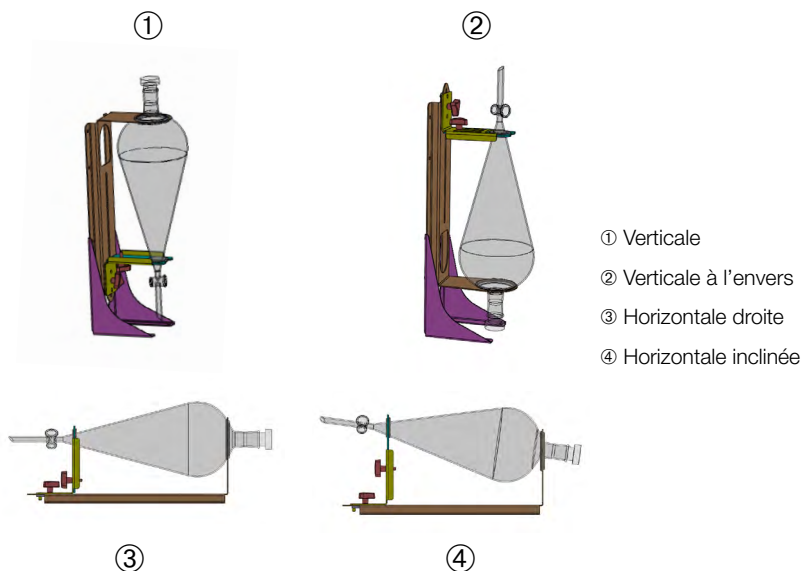

Figure 90 : Positions de montage de la pince pour entonnoir de séparation
Il est possible de modifier la position horizontale ③ représentée sur la Figure 90 pour obtenir l'orientation inclinée ④. De plus, la pince pour entonnoir de séparation peut être combinée avec le support vertical (fourni comme accessoire) pour créer les dispositions verticales ① et ②. Il est également possible d'installer la pince avec le robinet en entonnoir vers le bas ① ou de manière inversée selon la configuration à l'envers ②.
1. Installer la pince pour entonnoir de séparation sur l'extrémité longue du support vertical, selon les agencements ① et ② de la Figure 90.